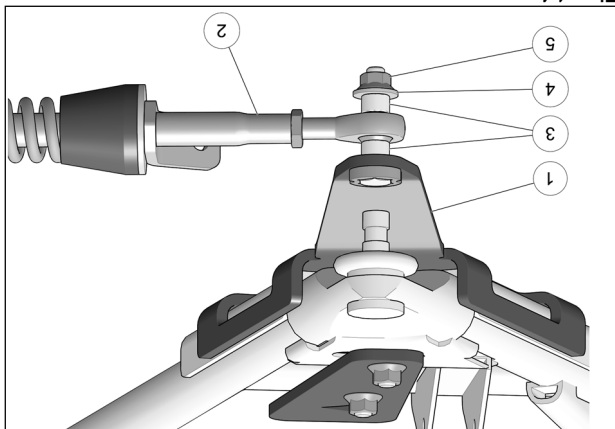

Fig. 14
8. Fixer le bras stabilisateur (2) au boulon déjà installé sur l'ancrage de suspension (1) à l'aide des deux espaces (3), de la rondelle (4) et de l'écrou autobloquant (5). Serrer à un couple de 70 N•m [52 lb•pi]. Voir la Fig. 14